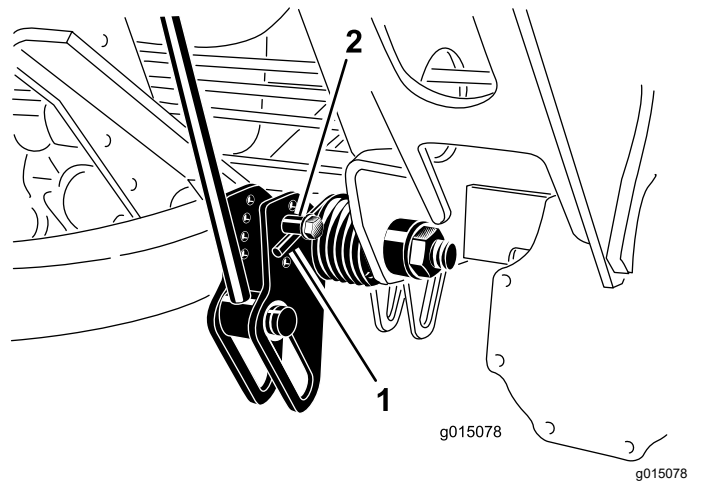

图 72
2. 将一个管子或类似物体插入长弹簧一端并在调节过程中降低弹簧张力 (图 72)。
3. 在降低弹簧张力时拆下将弹簧传动器固定到支架上的螺栓和锁紧螺母 (图 72)。